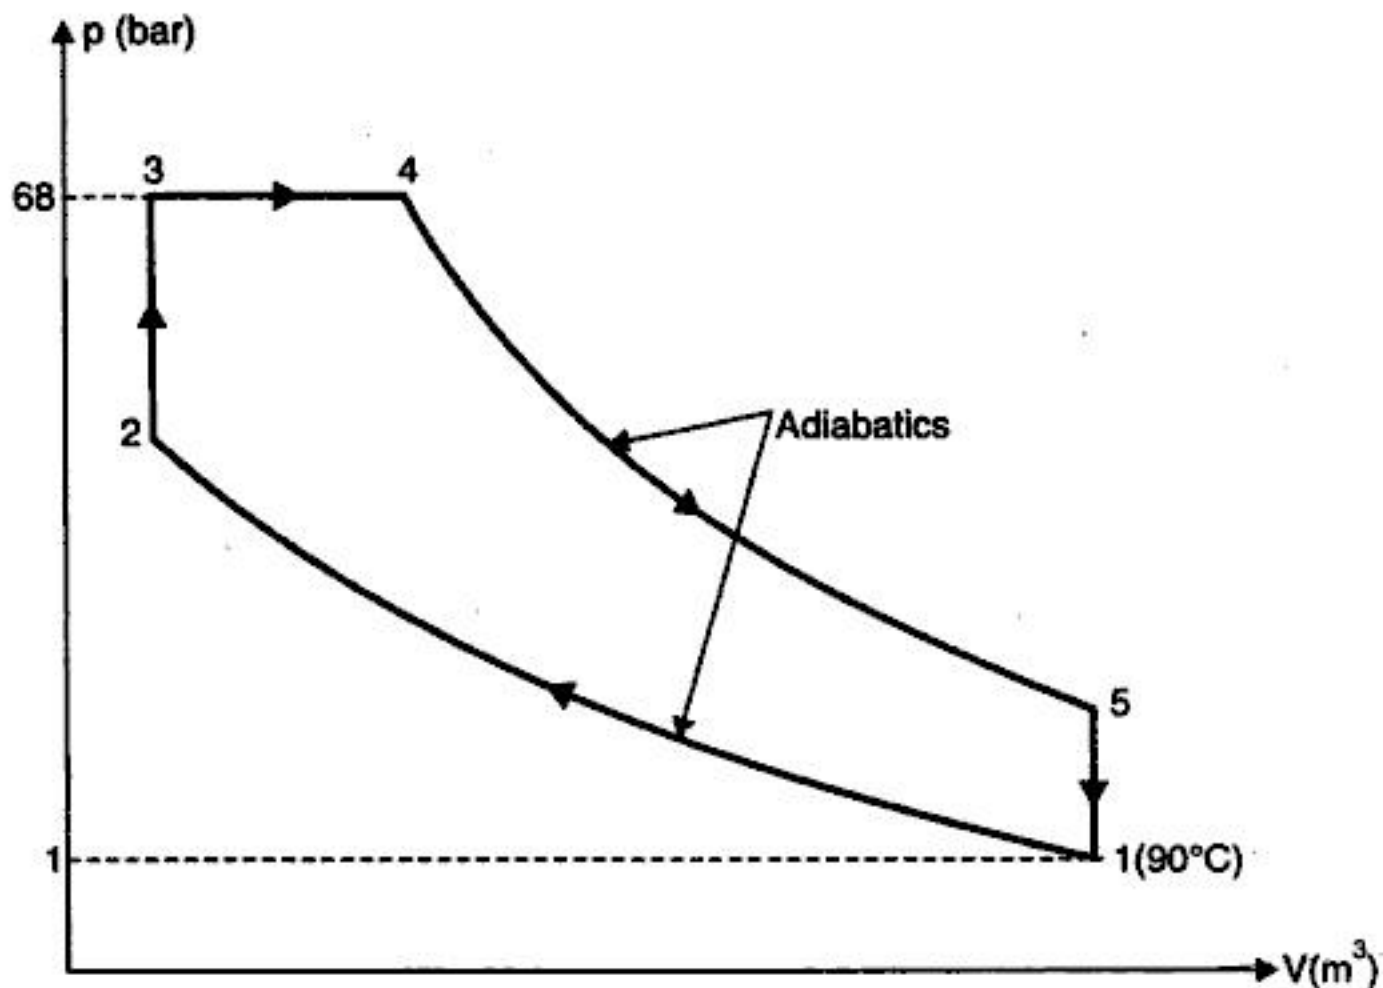

Fig. 3.22
**Solution.** Refer Fig. 3.22.